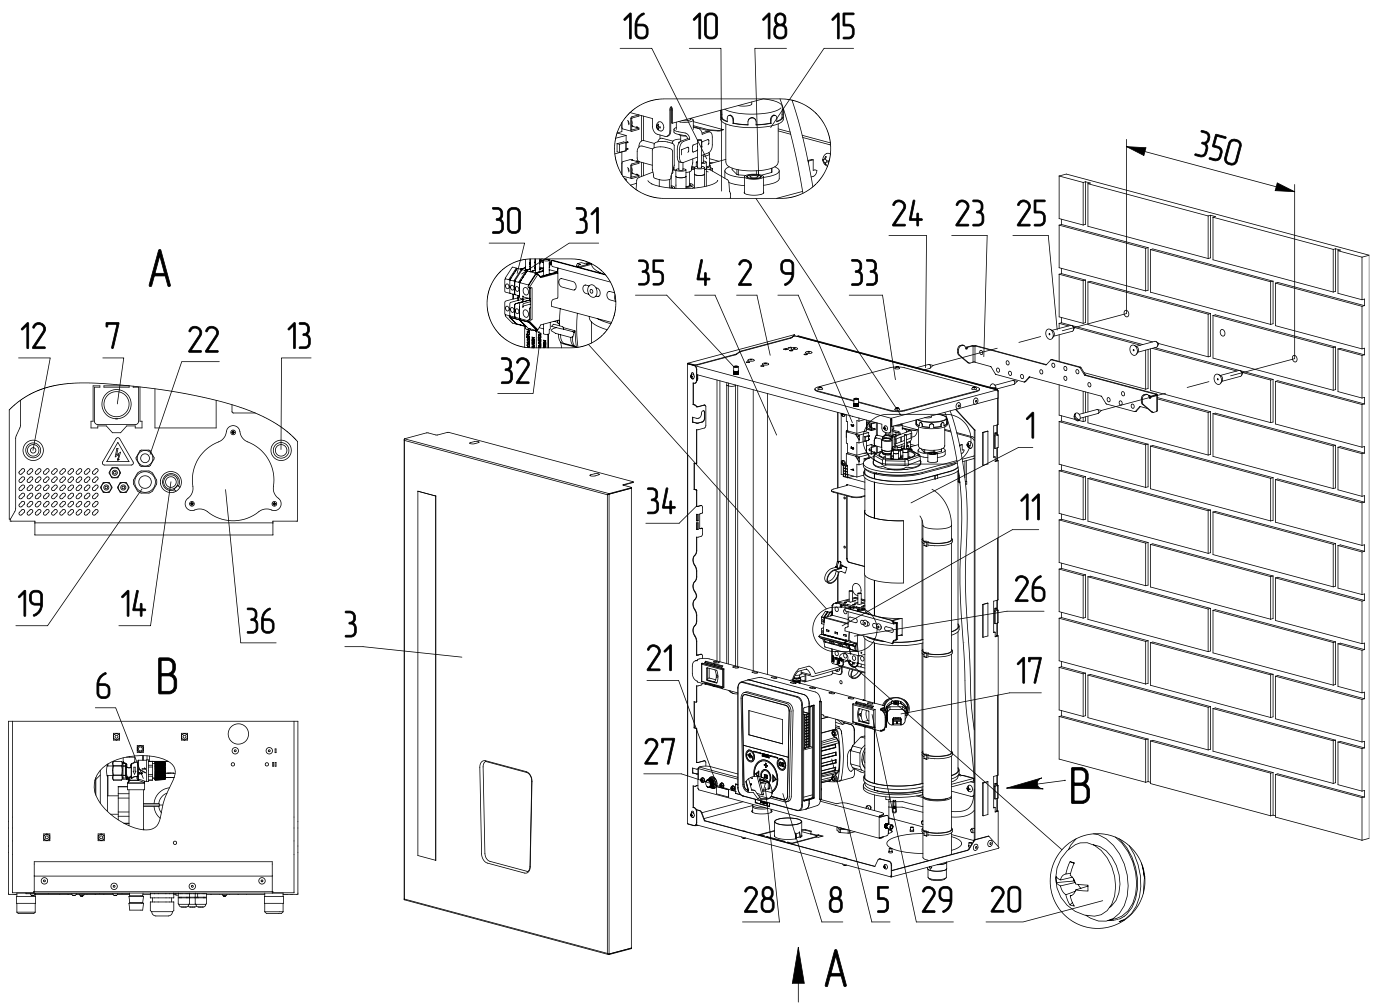

Рис.3 Устройство электрического котла ZOTA МК-X 4,5-24 кВт
Закрепите настенный кронштейн на вертикальной поверхности в необходимом месте с помощью шурупов, входящих в комплект, и установите на него котел, как показано на **рис.3, 4**;
- извлечь перемычки (**рис.3, 4 поз.32**);
- подключить провода фазы «L» к колодке (**рис.3, 4 поз.30**);
- подключить провода нейтрали «N» к колодке (**рис.3, 4 поз.31**).
- включить вводной автомат (**рис.3, 4 поз.11**) вместе с расцепителем в верхнее положение;
- перевести выключатель (**рис.3, 4 поз 27**) в положение ВКЛ;